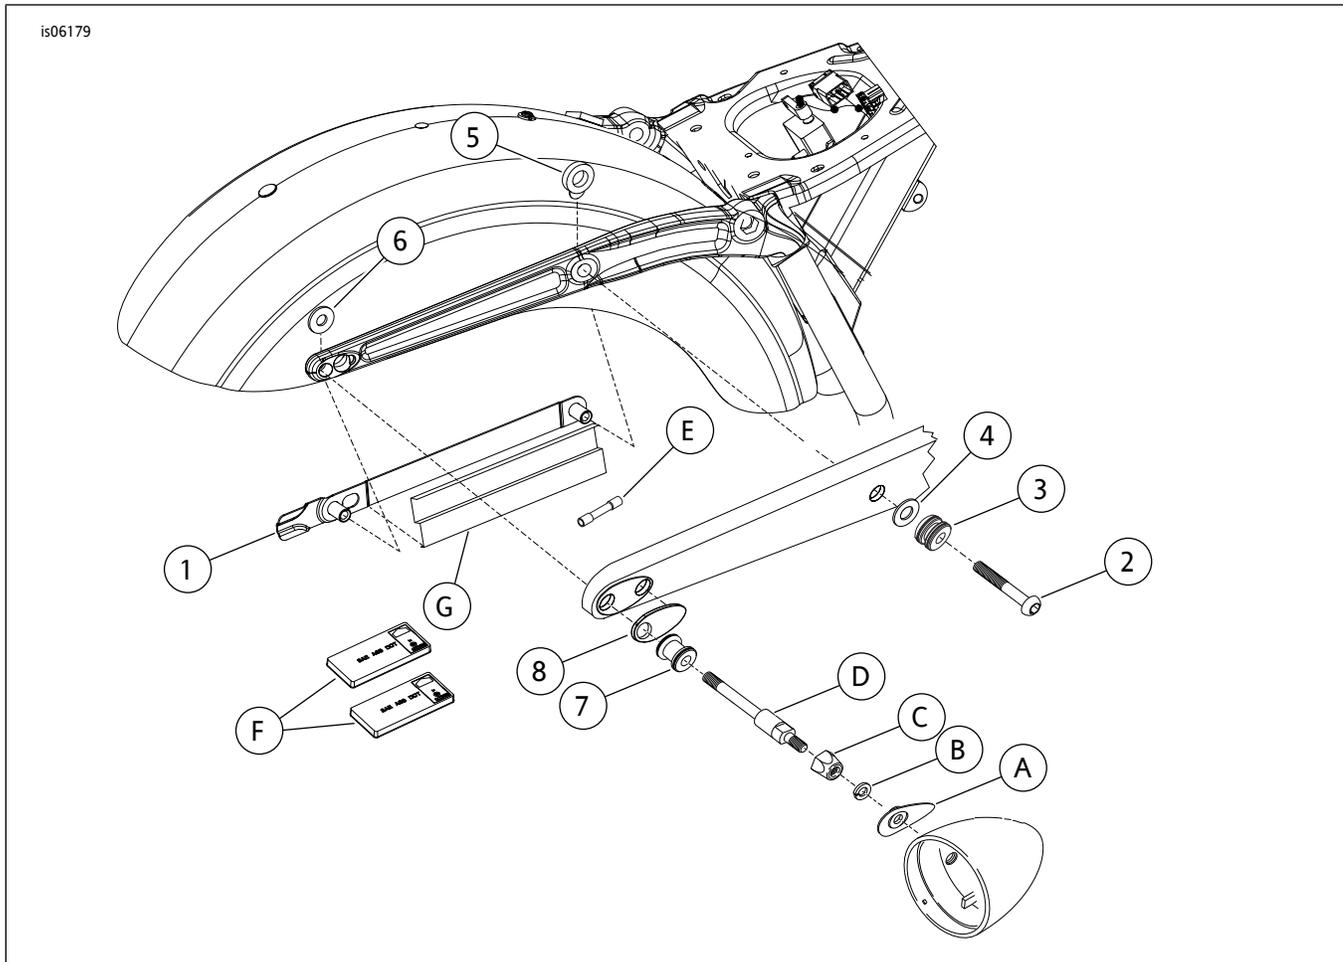

图1。维修零件：戴纳对接五金套件
参见图1和表1。
1. 参见图1和表1。拆下OEM挡板支架、线路通道(G)和转向灯。